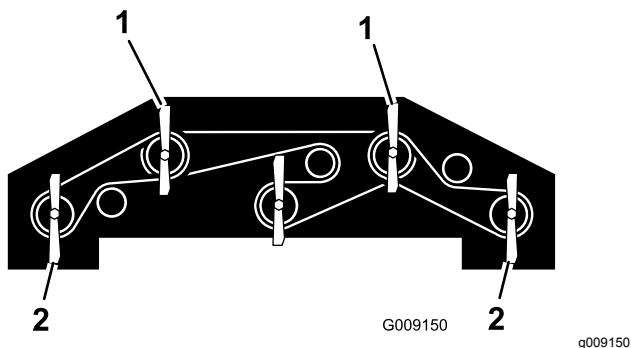

Figura 139
1. Rode cada lâmina para que aponte a direito para a frente (**Figura 139**).